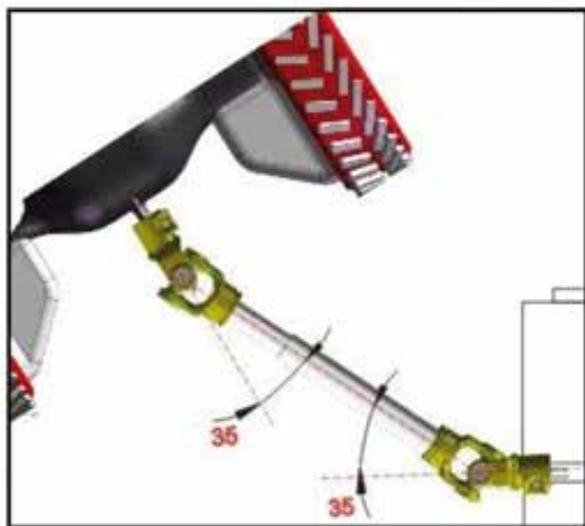

Figura 11
- ¡El tractor debe detenerse y la operación debe terminarse cuando el ángulo de las juntas del eje cardán excede los 35° en giros cerrados durante el funcionamiento! Solo puede operar hasta 70°-80° dependiendo del tipo de juntas en el eje gran angular. (Vea la Figura 11)